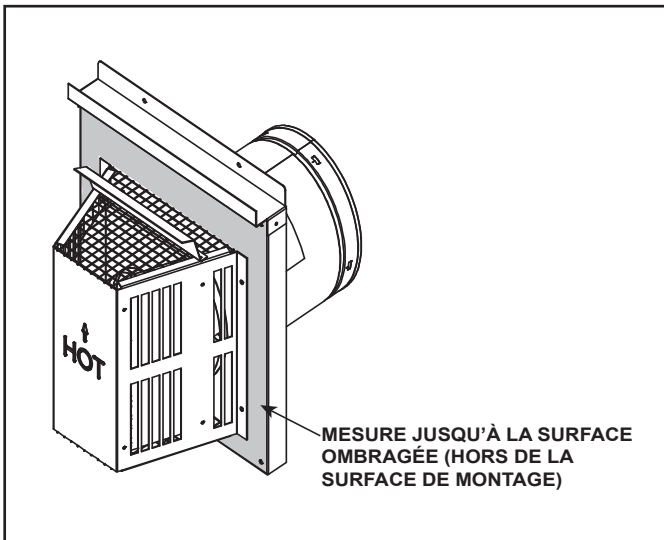

Figure 4.6 Mesure à la surface extérieure de montage
- Les extrémités horizontales sont mesurées par rapport à la surface de montage extérieure (bride du chapeau de l'extrémité) (voir la figure 4.6).